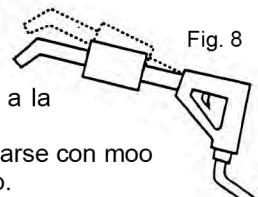

Fig. 8
- A – La imprevista y fuerte salida de agua a presión por la lanza provoca un contragolpe. Se aconseja ajustar fuertemente la misma. (Fig. 8)